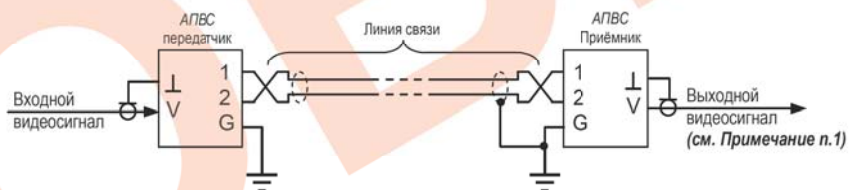

Рис.2 Схема включения АПВС-5 АНД с заземлением и передатчика и приёмника
4. Варианты включения АПВС-5 АНД показаны на рис.2 и 3.